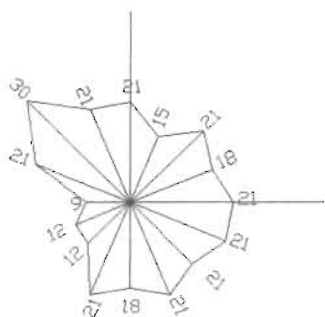

图 4-157
(7) 执行 lengthen 命令，将右侧平行于 x 轴的线段和上方平行于 y 轴的线段拉长，如图 4-157 所示，命令执行过程如下。